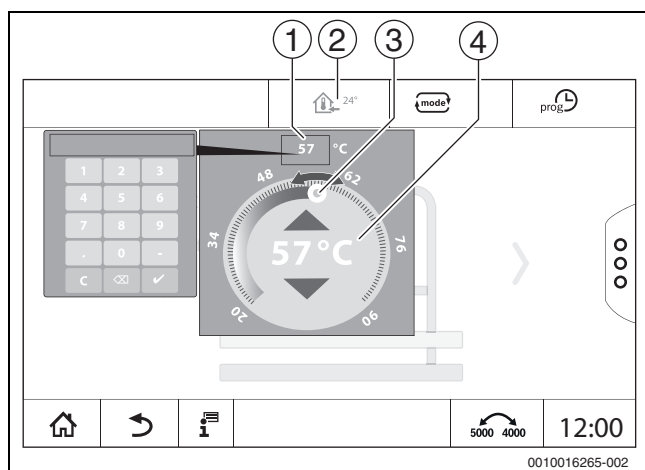

Fig. 19 Impostare la temperatura (esempio)
- Toccare il simbolo della temperatura (→ fig. 19, [2]).
- Toccare il cursore circolare (→ fig. 19, [3]) e trascinarlo fino alla temperatura desiderata.
- Toccare la visualizzazione della temperatura (→ fig. 19, [1]) e immettere la temperatura attraverso il campo numerico che si apre.